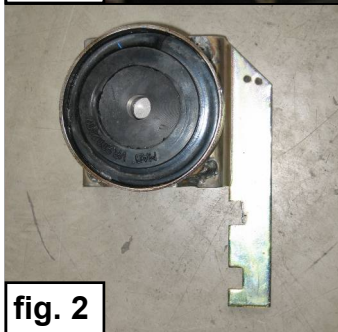

fig. 2
3. Placez les caoutchoucs dans les coupelles. Cf. fig. 2 et 3.